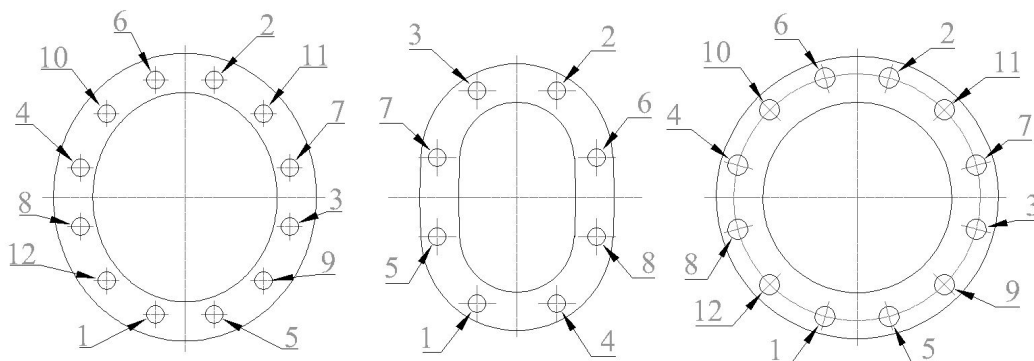

Fig. 5 Rekommenderad åtdragningsordning
- Skruvar för anslutning mellan ventilhus och överdel/lock bör dras åt jämnt och tvärs med lämpligt vridmoment när kilslidsventilen är i öppet läge (enl fig. 5).
- För högtemperatur- och högtrycksapplikationer efter 24 timmars drift ska alla muttrar åter dras åt igen diametralt motsatt sida (fig. 5). Denna åtgärd kompenserar eventuella förändringar efter driftstart/uppvärmning. Periodisk inspektion rekommenderas därefter